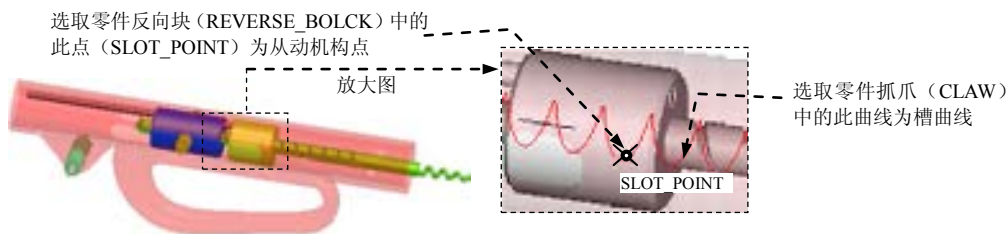

图 12.5.18 拖移驱动杆和止动杆的位置
准备工作：在视图(V)菜单中选择  拖动元件(O)... 命令，分别将驱动杆子装配 (actuating_rod_asm.asm) 和止动杆 (Stop_Rod) 拖移到图 12.5.18 所示的位置，单击，终止拖移操作。然后关闭“拖动”对话框。
① 单击“放置”界面中的“新建集”，增加新的连接接头。在集名称下的文本框中输入连接名称“Slot1”后按 Enter 键，并在集类型中选择“槽”选项。
② 选择从动机构点：在图 12.5.18 中的放大图中，选取零件反向块 (REVERSE_BOLCK) 中的点 (SLOT_POINT) 为从动机构点，完成选取。
③ 选择槽曲线：在图 12.5.18 中的放大图中，采用“从列表中拾取”的方法，在列表中选择零件抓爪 (CLAW) 中的螺旋曲线为槽曲线，再单击“选取”对话框中的  确定(O) 按钮。主体名 (CLAW) 和曲线名出现在相应区域，同时该曲线在模型中用青色加亮显示。